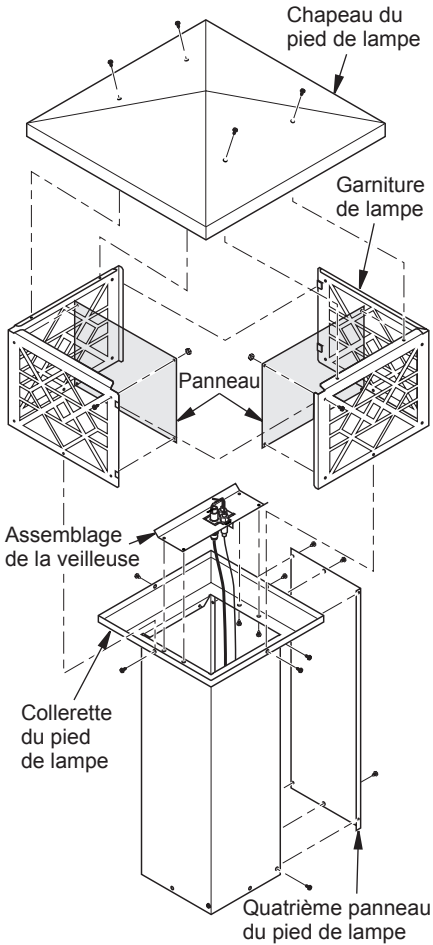

Figure 7 - Raccordement de la veilleuse et de la garniture
- Placez l'assemblage de la veilleuse sur le pied de lampe comme illustré à la figure 7, page 7. Fixez avec 4 vis (H). Vérifiez que les fils sont bien raccordés avant de poursuivre.
- Fixez les 4 panneaux des garnitures de lampe aux garnitures de lampe avec 4 vis (F) et 4 rondelles (G) chaque, comme illustré à la figure 7, page 7. Seuls 2 des 4 panneaux sont illustrés.
- Placez les garnitures de lampe sur le pied de lampe (voir figure 7, page 7). Assurez-vous que les rebords sont sur le dessus. Faites glisser ensemble les languettes des garnitures et insérez 4 vis (H) dans les trous supérieurs du pied de lampe et dans les trous inférieurs des garnitures (voir figure 7, page 7). Serrez toutes les vis.
- Fixez le chapeau du pied de lampe à l'assemblage des garnitures avec 4 vis (H) comme illustré à la figure 7, page 7.
7. Fixez les quatre panneaux du pied de lampe à l'assemblage avec 4 vis (H) comme illustré à la figure 7, page 7.